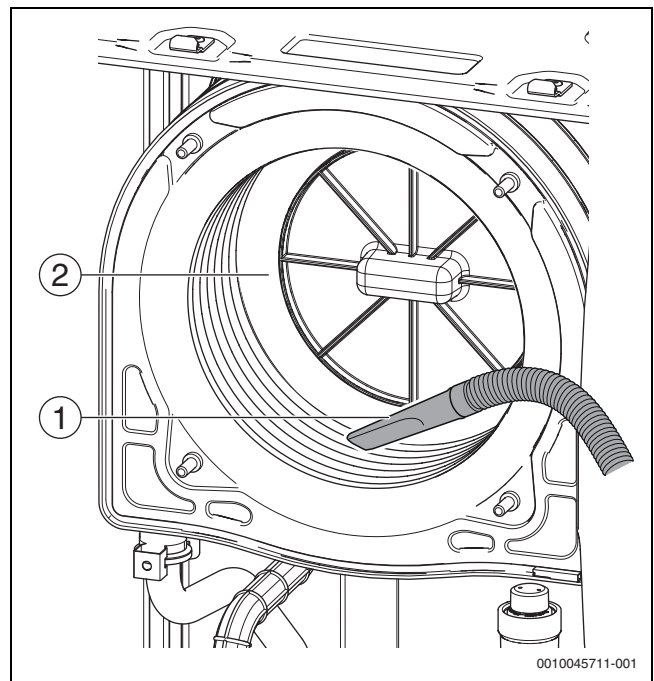

Fig. 46 Proceso de aspiración
- ▶ Retirar los restos con una aspiradora (→ fig. 46, pág. 38).